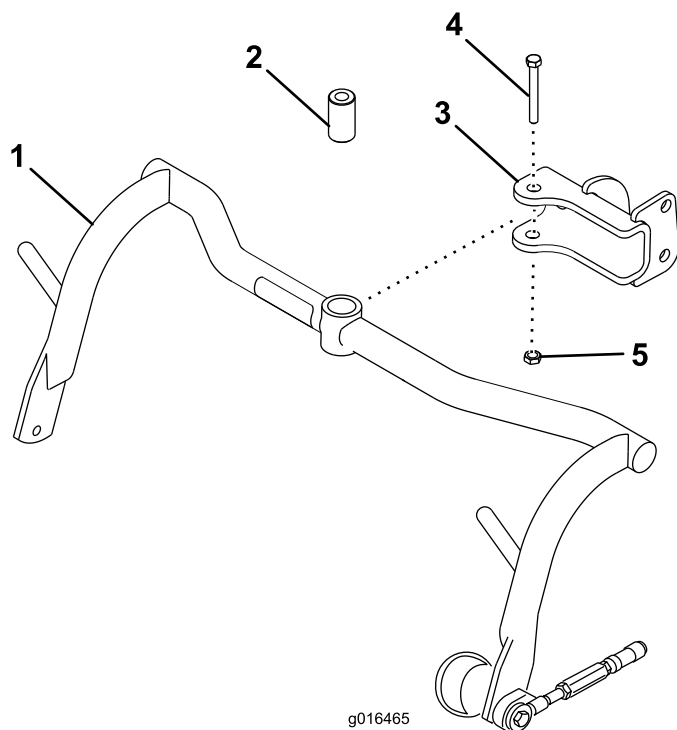

Figure 8
- Montez un bâti porteur sur chaque chape avec une entretoise, un boulon ($\frac{1}{2}$ " x $3\frac{1}{4}$ ") et un contre-écrou ($1\frac{1}{2}$ ") ; voir Figure 8. Serrez à un couple de 91 à 113 N·m.